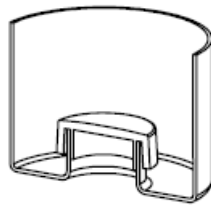

Abbildung Nr. 5. «Abdeckkappe (Deckel) mit Ventil»
1. Immer einen geeigneten Typ Flaschen mit einer Abdeckkappe (Deckel) gegen Vergießen verwenden, die mit Ventil versehen ist (*No-Spill Cap*) (Siehe Abbildung Nr. 5.).